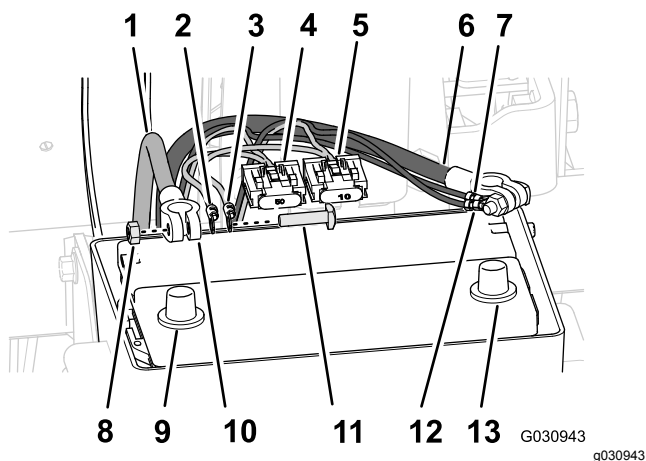

Bild 178
1. Verlegen Sie den Pluspol (rotes Kabel), den Minuspol (schwarzes Kabel) und die 50-A-Sicherung des hinteren Kabelbaums zwischen dem Batteriekasten und dem Chassis der Maschine (Bild 178).
- Entfernen Sie die T-Schrauben und Sechskantmutter von den Polen der Plus- und Minuskabel der Batterie (Bild 178).
- Setzen Sie eine T-Schraube durch den Pluspol (rotes Kabel) des hinteren Kabelbaums, den Pluspol des elektrischen Navigationskabelbaums und den Pol des Pluskabels der Batterie (Bild 178) ein.
- Befestigen Sie die Pole und die T-Schraube lose mit einer Sechskantmutter (Bild 178).
Navigationskabelbaums und den Pol des Minuskabels der Batterie (Bild 178) ein.